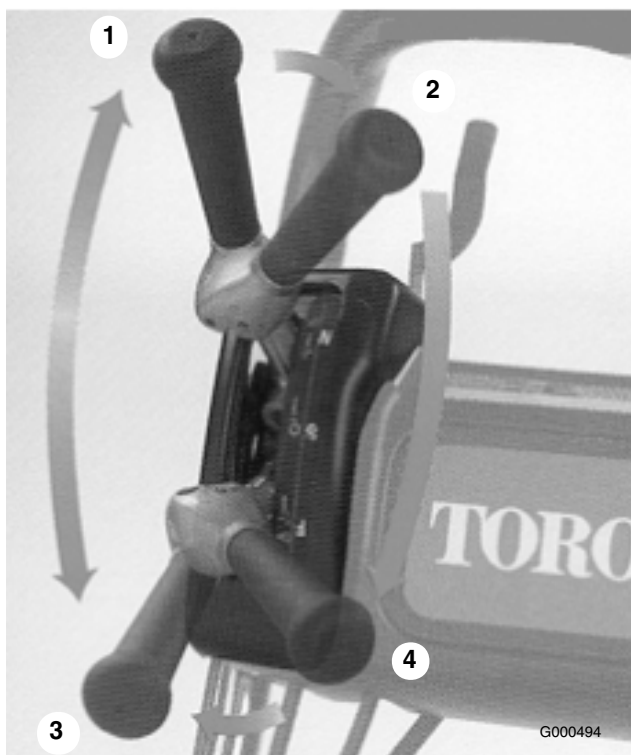

Figure 18
1. Mettez le moteur en marche, réglez la manette d'accélérateur en position de ralenti, appuyez sur le mancheron pour relever le plateau de coupe, placez le levier de commande de déplacement en position d'embrayage et transportez la machine à la lisière du green (Figure 18).
2. Placez le levier de commande de déplacement en position de débrayage et le levier de commande du cylindre en position d'embrayage (Figure 18).
- Placez le levier de transmission aux roues en position d'embrayage, augmentez le régime moteur jusqu'à ce que la machine se déplace à la vitesse voulue, conduisez la machine jusqu'au green, abaissez l'avant de la machine et commencez à travailler (Figure 18).